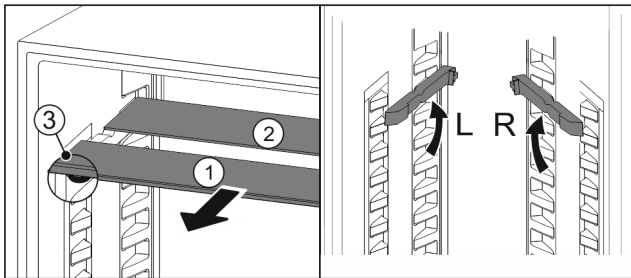

Fig. 24
- ▶ По одной извлеките Fig. 24 (1) стеклянные панели движением вперед.
- ▷ Стеклянная панель Fig. 24 (1) с декоративной планкой лежит спереди.
- ▷ Стопоры Fig. 24 (3) показывают вниз.